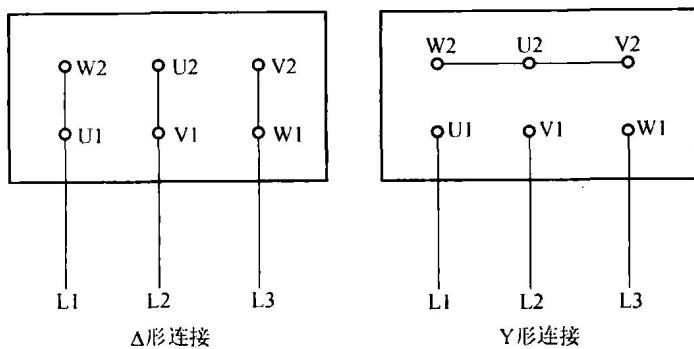

图 1-1-4 三相异步电动机外部接线标志
(9) 转子额定电压  $U_{2N}$ 、转子额定电流  $I_{2N}$ : (对于绕线式转子异步电动机) 指额定的线电压和线电流。
(10) 额定功率因数  $\cos\varphi_N$ : 当电动机在额定情况下运行时, 定子相电压与相电流之间的相位差。
(11) 定额: 电动机在铭牌数据下工作时可以持续运行的时间, 一般用连续、短时和断续工作定额表示。
① 连续工作定额 (S1): 表示电动机按铭牌值工作时不受时间限制可连续运行。
② 短时工作定额 (S2): 表示电动机按铭牌值工作时只能在规定的时间内短时运行。我国规定的短时运行时间为 10min、30min、60min、90min 四种。
③ 断续工作定额 (S3): 表示电动机按铭牌值工作时运行一段时间就要停止一段时间, 周而复始地按一定周期重复运行, 每一周期为 10min。电动机负载工作时间所占的百分比称为负载持续率。标准负载持续率分为 15%、25%、40%、60% 四种 (如标明 40% 则表示电动机工作 4min 就需休息 6min)。
(12) 绕组连接方式: 表示电动机定子三相绕组与交流电源的连接方法。对 J02、Y 及 Y2 系列电动机而言, 国家标准规定凡 3kW 及以下者均采用 Y 形连接; 4kW 及以上者均采用△连接。三相异步电动机外部接线标志如图 1-1-4 所示。